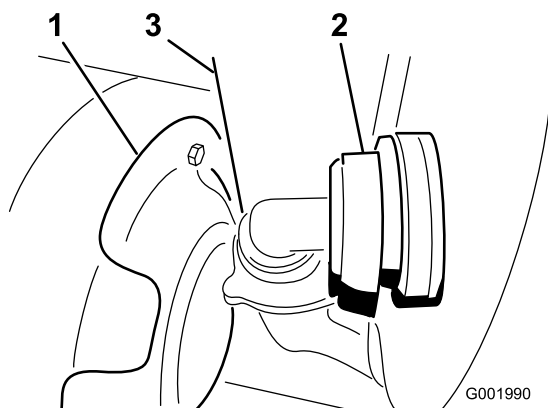

Figura 55
3. Desconecte la manguera situada en la cara delantera inferior del depósito (Figura 55).
Nota: Es posible que usted tenga que empujar hacia atrás el protector térmico (Figura 55) mientras retira la cubierta.
7. Conecte la manguera a la parte delantera del depósito (Figura 55).